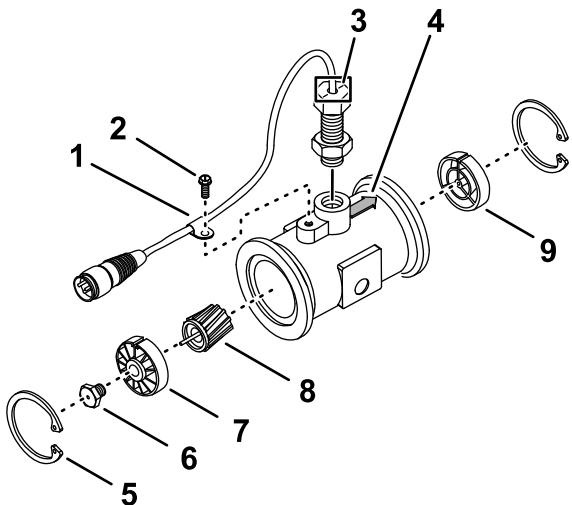

Figure 206
- Retirez le circlip en amont (Figure 206).
- Installez le capteur jusqu'à ce qu'il touche à peine le bas du logement, puis reculez le capteur jusqu'à ce que les repères d'alignement soient parallèles à la flèche de sens d'écoulement sur le corps à bride (Figure 206).